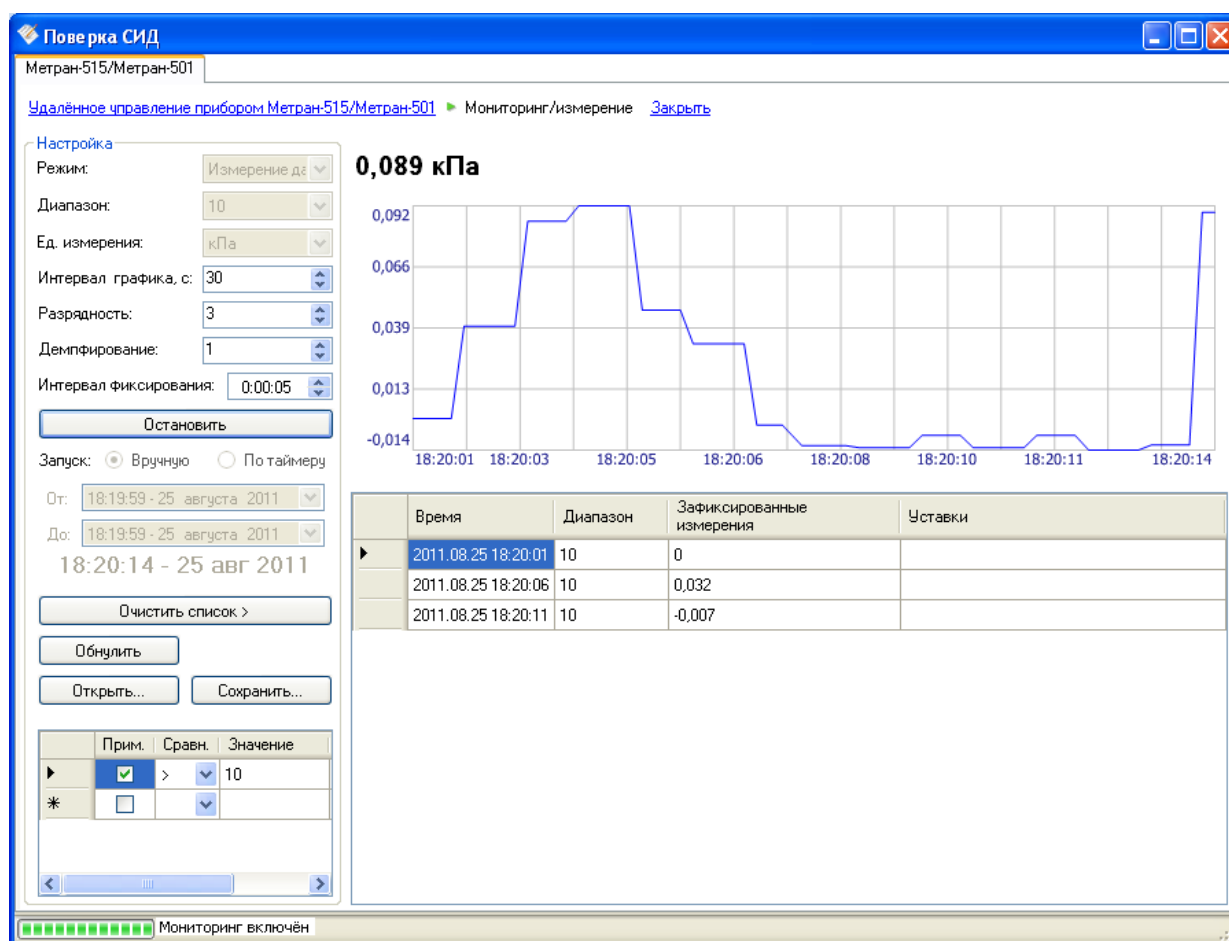

Рисунок 4.87 – Мониторинг/измерение калибратора Метран-501
- Мониторинг/измерение (см. Рисунок 4.87);
В окне программы расположены компоненты (см. Рисунок 4.87):